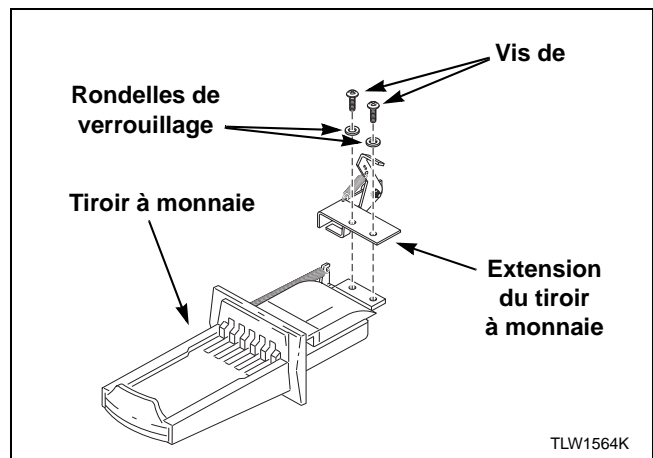

Figure 32
1. Fixer l'extension sur le dessus du tiroir en utilisant les deux vis et les rondelles de blocage qui restent. Se reporter à la *Figure 32*.
- Fixer l'extension sur le dessus du tiroir en utilisant deux vis et deux rondelles de blocage. Se reporter à la Figure 32.